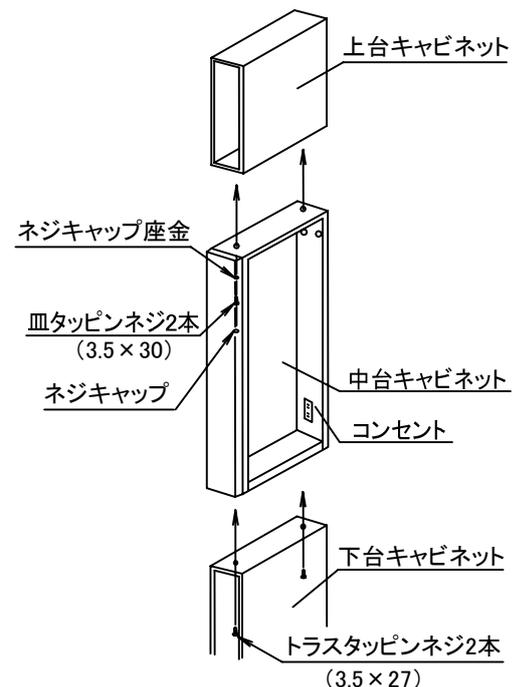

図11-6
- ⑤下台キャビネットに中台キャビネットをのせ、両キャビネットの前面側面を合わせ下台キャビネットの天板に加工した下穴からネジ(トラスネジ3.5×27)で連結してください。(図11-6)
- ⑥中台キャビネットに上台キャビネットをのせ、両キャビネットの前面側面を合わせ中台キャビネットの天板に加工した下穴からネジ(皿タッピンネジ3.5×30)にネジキャップ座金を通して連結してください。(図11-6)
- ⑦ネジキャップ座金にネジキャップをはめ込んでください。(図11-6)